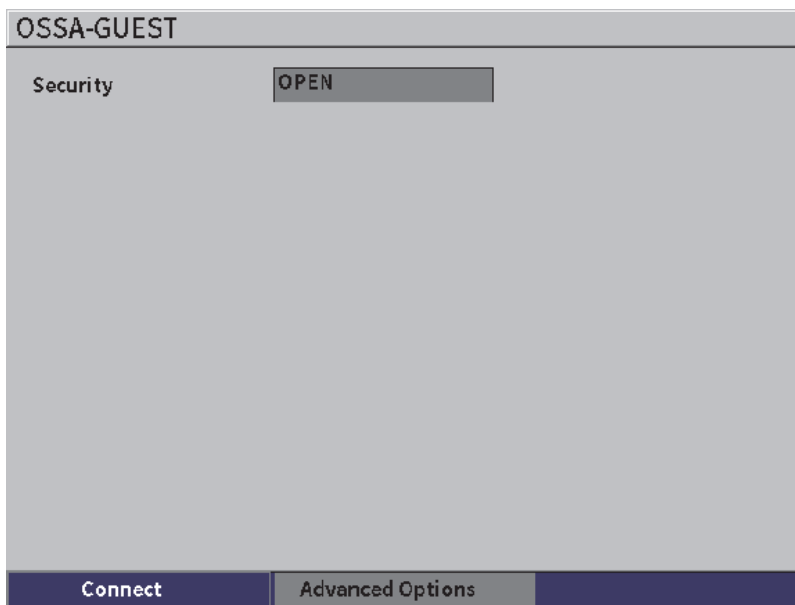

图 10-3 无线局域网无安全登录页
- b) 如果您选择的网络不需要密码，则按确定键，直接连接到所选的网络（参见第 160 页的图 10-3）。